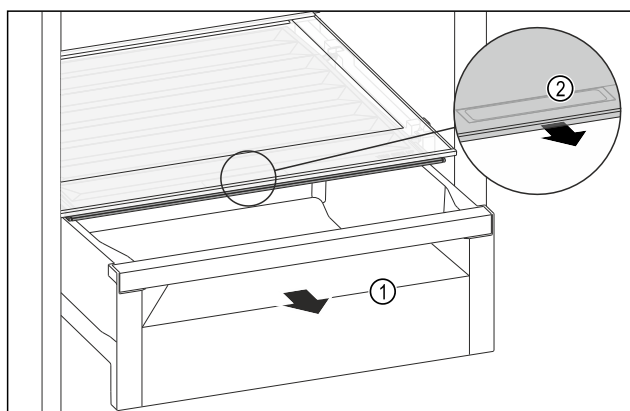

Fig. 139
- Zásuvku Fig. 139 (1) vytáhněte.
- Uchopte prohlubeň pro rukojeť Fig. 139 (2) na víku zásuvky a současně zatáhněte za víko zásuvky směrem dopředu.